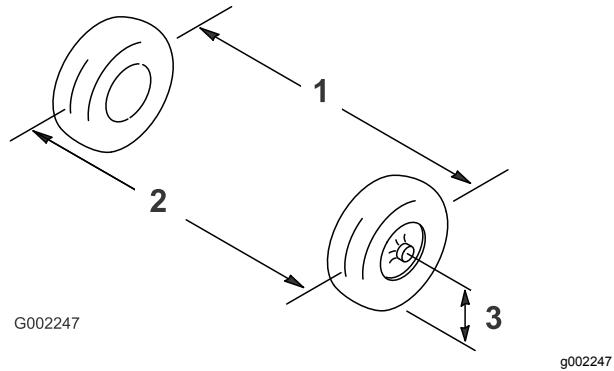

Figure 90
2. Mesurez la distance entre les roues avant à hauteur d'essieu, à l'avant et à l'arrière des roues (Figure 90).